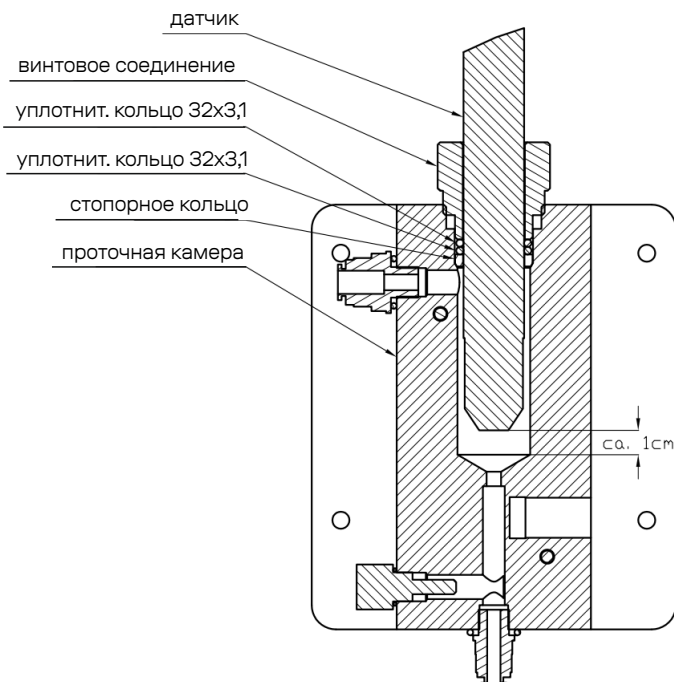

рис. 3: Датчик в проточной камере
- Медленно введите датчик в проточную камеру (в соответствии с рис..3, стр..8).